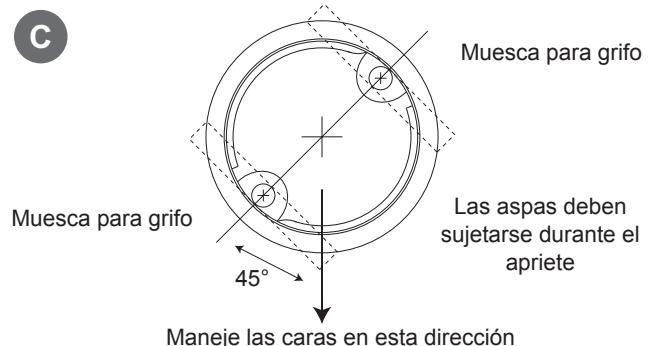

Figura 5
- C. Mire hacia abajo a través de la base para realizar este paso. Antes de apretar los tornillos, determine la rotación correcta de la base. La posición final del tirador habrá salido 45 grados de las cabezas del tornillo. Utilice la Figura 5 para determinar la mejor posición para su instalación. A través del orificio de la base, sujeté la palanca en su posición mientras aprieta el tornillo. La palanca cargada con resorte entrará en contacto con la base de la parte superior de la encimera y se mantendrá en posición. No apriete completamente los tornillos. Repita el proceso para el segundo tornillo acodado. Compruebe la posición final de la base y los tornillos acodados. Apriete los dos tornillos uniformemente. NO SOBREAPRIETE. Apriete lo suficiente para evitar que la base gire cuando el grifo rote en su posición.